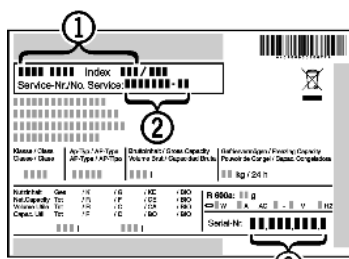

Fig. 41
▶ Назва пристрою Fig. 41 (1), сервісний номер Fig. 41 (2) та серійний номер Fig. 41 (3) вказані на заводській табличці. Заводська табличка знаходиться всередині пристрою, зліва.